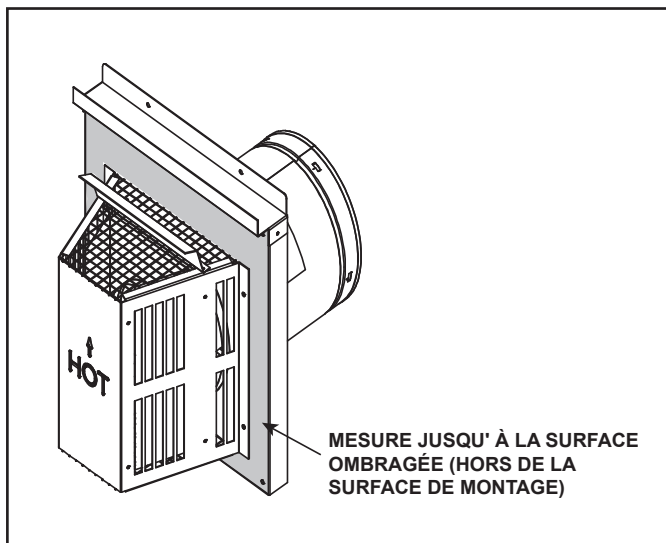

Figure 4.12 Mesure par rapport à la surface extérieure de montage
- Les extrémités horizontales sont mesurées par rapport à la surface de montage extérieure (bride du chapeau de l'extrémité). Voir la figure 4.12.